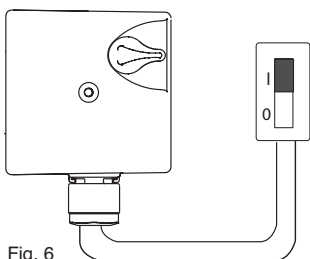

Fig. 6
- Remove the air release plug and turn the shaft with a screwdriver (fig. 6);
**Set the speed as follows (fig. 6):**
- открутить выпускную заглушку и повернуть вал насоса с помощью отвертки (рис. 6);
Скорость устанавливается следующим образом (Рис.6):